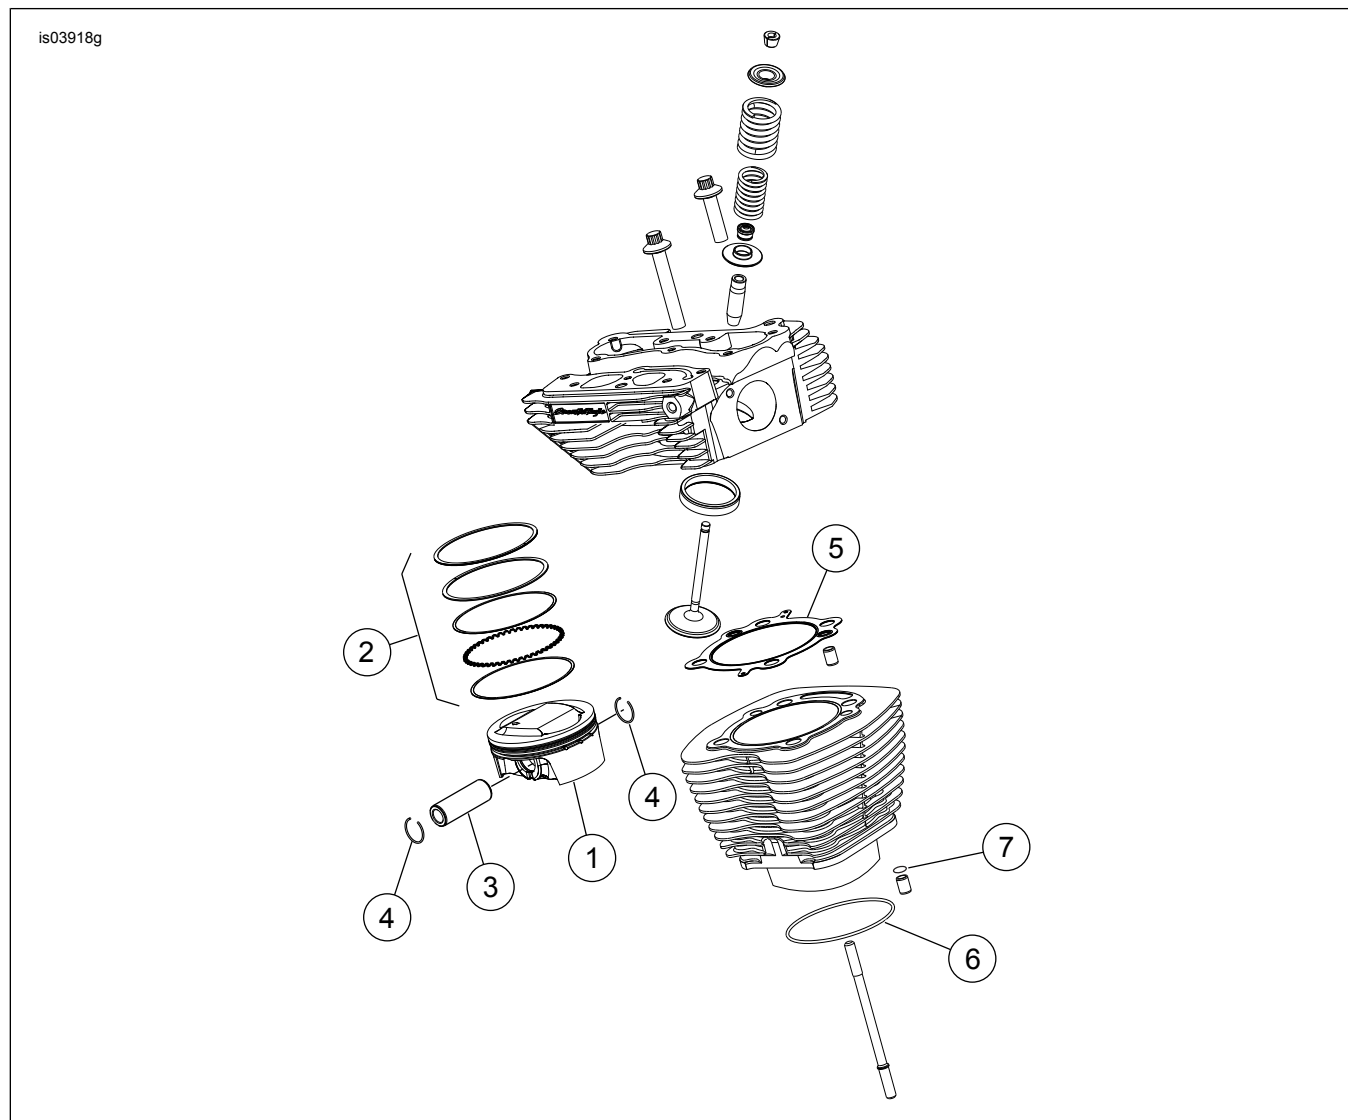
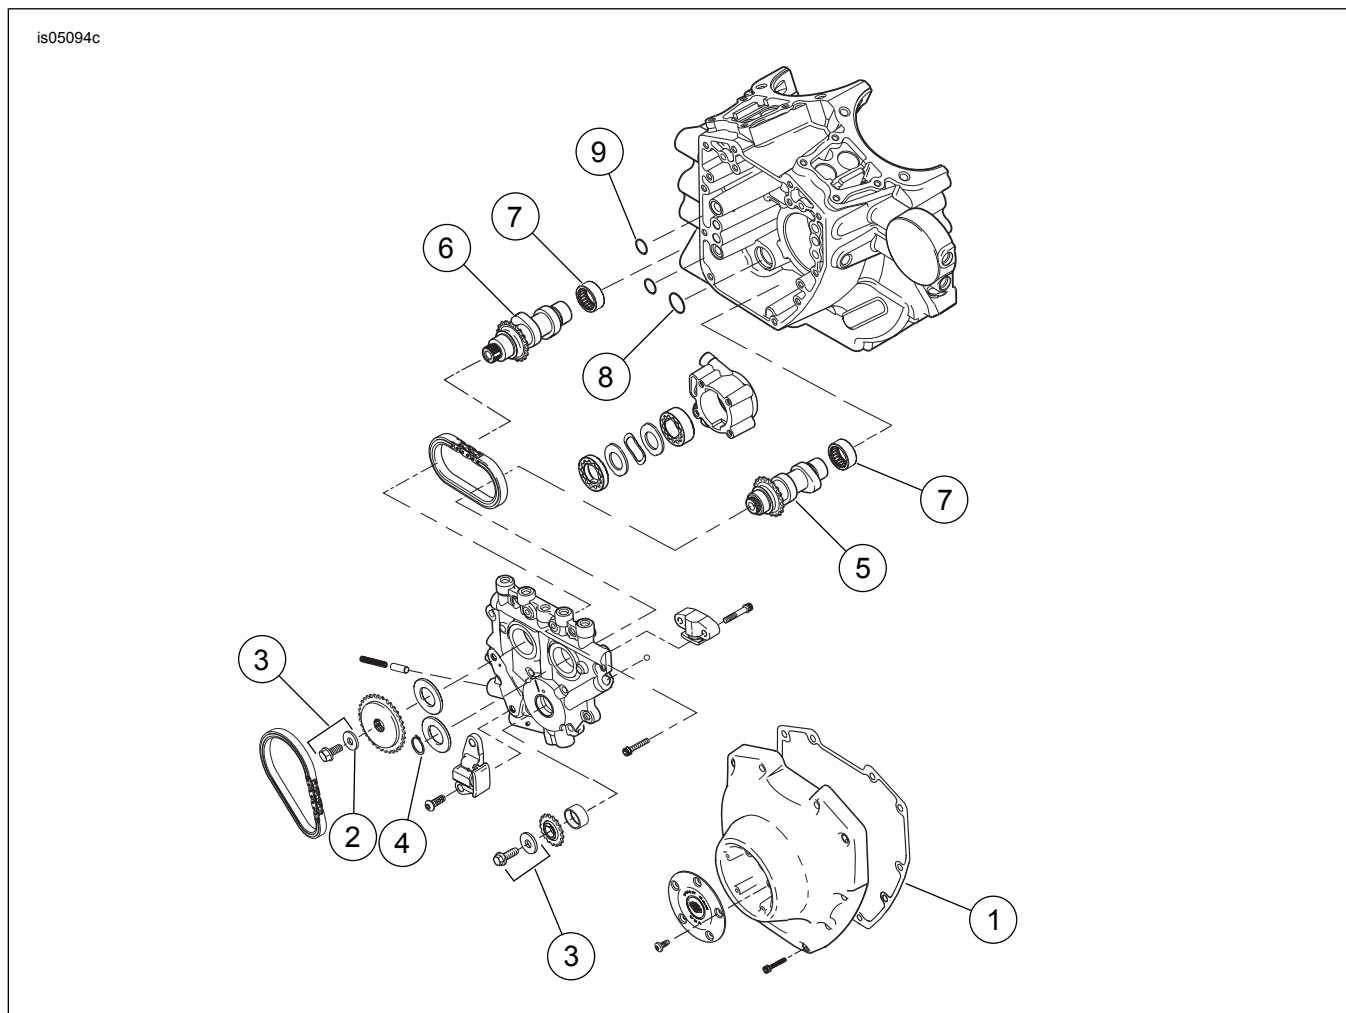

Figura 1. Parti di ricambio: Kit Upgrade Screamin' Eagle Pro TC 110 (1.800 cc) Stage 3
Figura 3. Parti di ricambio: Kit Upgrade Screamin' Eagle Pro TC 110 (1.800 cc) Stage 3
Vedere da Figura 1 a Figura 3 e da Tabella 1 a Tabella 3.
1. Vedere Figura 3. Controllare i cuscinetti a rullini dell'albero a camme (7) e sostituirli se necessario.
2. Vedere da Figura 1 a Figura 3. Montare le camme sulla piastra, le molle delle valvole da competizione sulle testate dei cilindri e la parte superiore del motore usando le parti prelevate dal kit. Consultare le sezioni relative al MOTORE nel manuale di manutenzione.